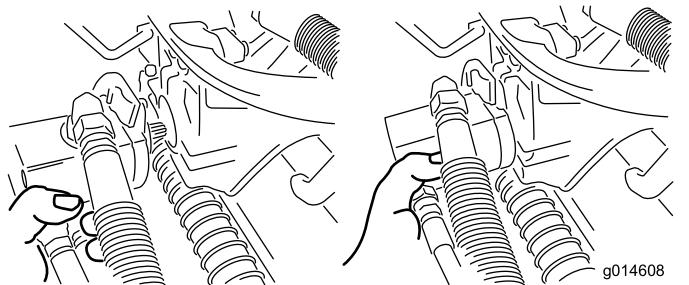

Figura 36
- 3. Spostate il motore in posizione di stoccaggio davanti al braccio di sospensione (Figura 36).